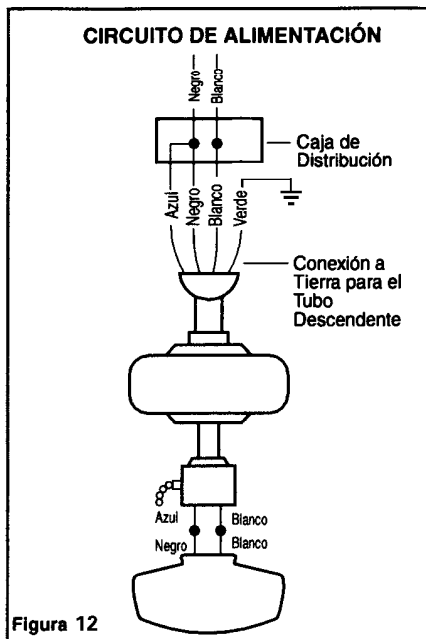

Figura 12
Paso 1 Conectar el conductor de tierra del suministro de 120 voltios (este puede ser un cable descubierto o un cable con aislación verde) al (los) cable (s) verde (s) de tierra del ventilador (Figura 12).